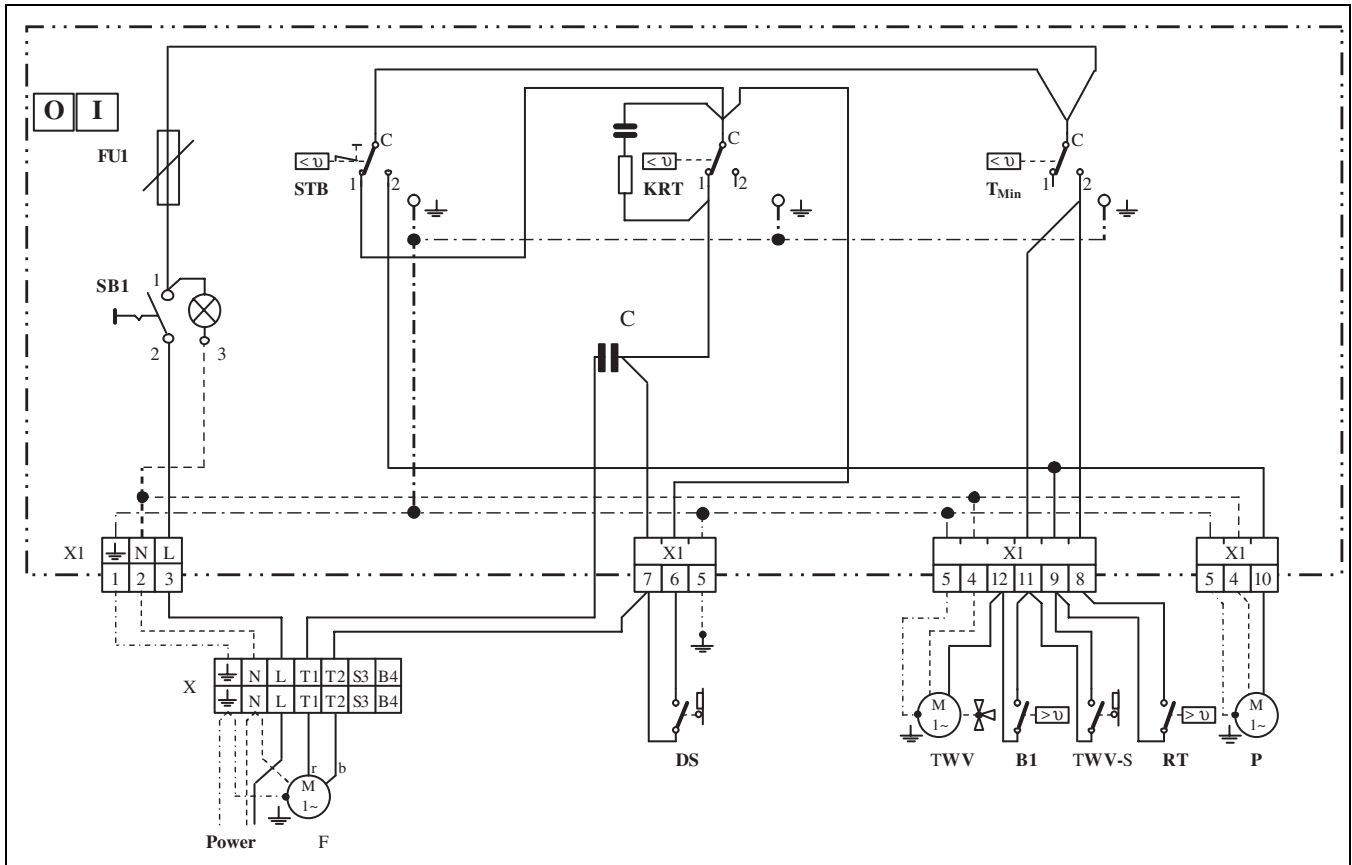

Рис. 19 Схема з'єднань
- ▶ Підключити кабель від витяжного вентилятора (штекер на зворотній стіні) до регулюючого пристрою згідно схеми з'єднань (→Рис. 19, стор. 18).